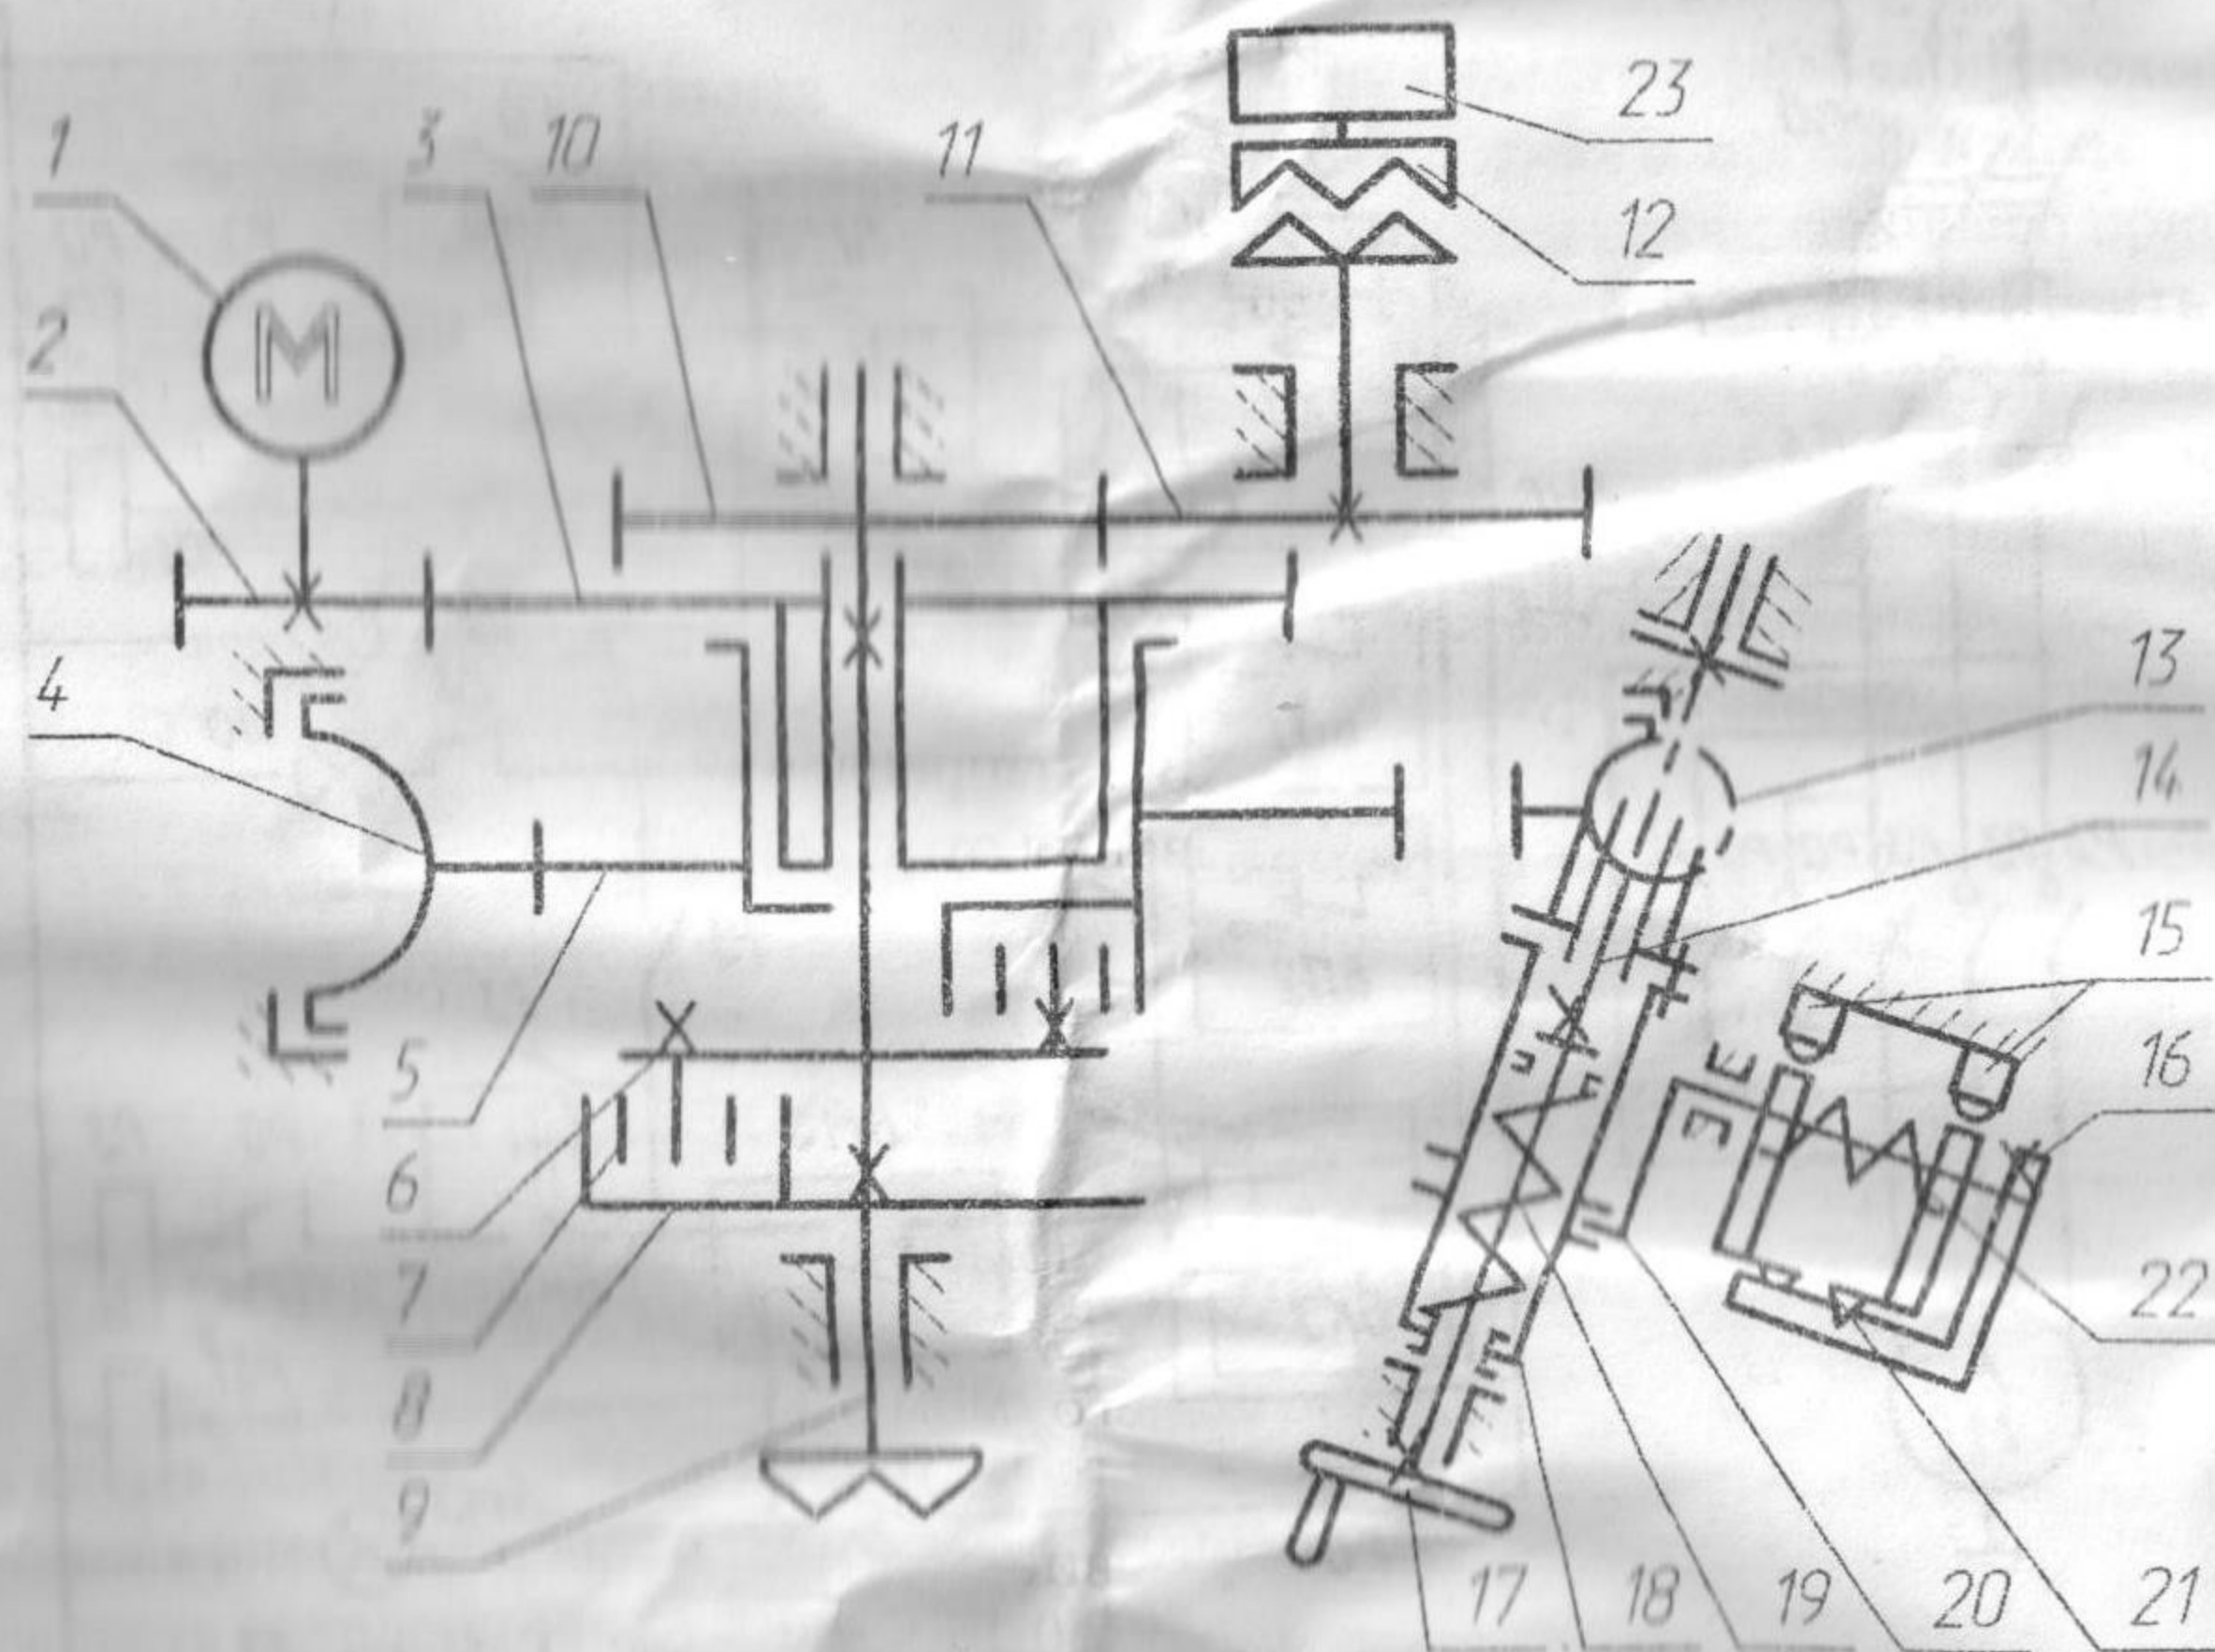

Рис. 3. Схема кинематическая принципиальная
1.4.1. В корпусе электропривода (рис. 3): смонтированы редуктор с зубчатой планетарной передачей, роликовая муфта с диском 6, на приводном валу 9, вал ручного дублера 14 с двусторонней муфтой крутящего момента и зубчатая передача на вал коробки путевых выключателей. На крышке электропривода установлены: электродвигатель 1, коробка путевых выключателей 23, микропереключатели 15 и кулачки с регулировочными винтами 21 муфты крутящего момента.